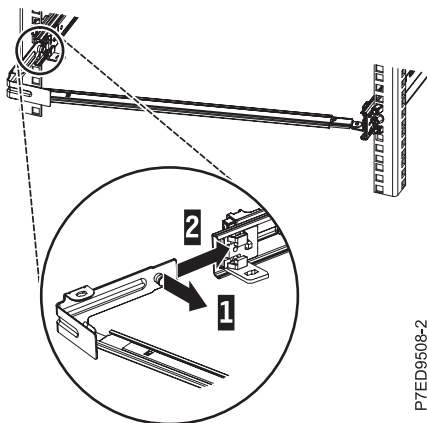

Abbildung 14. Stift herausziehen und Halterung in Schiene installieren
3. Zum Anschließen der anderen Seite des Stützelements an der Rückseite der Schiene ziehen Sie den Stift (1) heraus und schieben dann die Halterung (2) in die linke Schiene hinein (siehe Abb. 14).